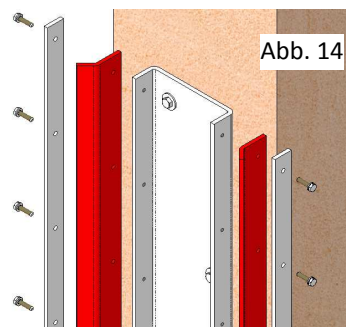

Abb. 14
13. Schraubelemente für die Befestigung von Flanschen und Dichtungen am Drehdichtungshalter lösen und herausnehmen (Abb. 14).